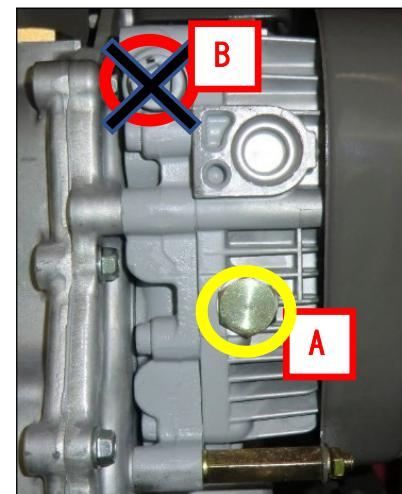

Figura 24
1. Coloque el recipiente adecuado debajo de la unidad HST para recoger el aceite y retire después el tapón de drenaje de aceite (A, Figura 24).
Nunca afloje el perno (B Figura 24). Lo mismo podría influir negativamente en el manejo de la máquina. Lo anterior se considera mal uso y la garantía no cubre los daños causados por mal uso .